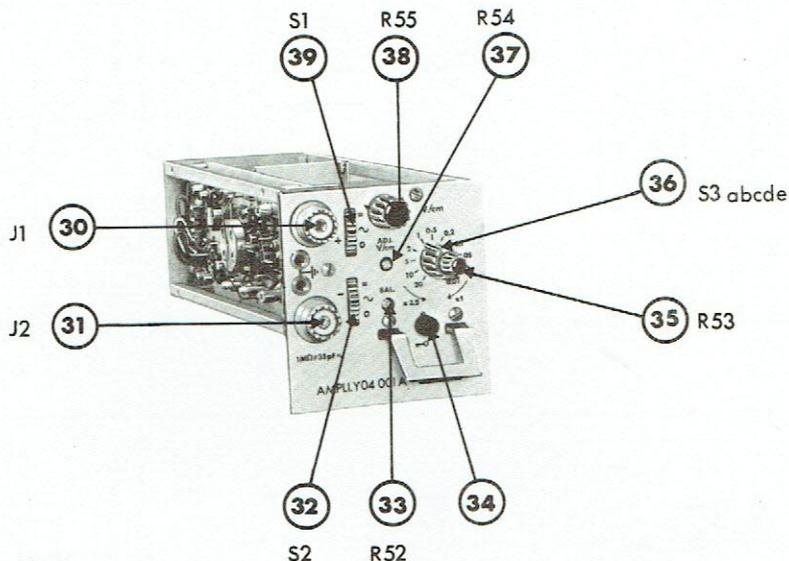

Fig 16
Un bref détail des commandes de la face avant est donné figure 16 :
- Si on applique le signal à observer en "J1" (Figure 16) mettre (32) sur "0".
- Si on applique le signal à observer en "J2" (Figure 16) mettre (39) sur "0".